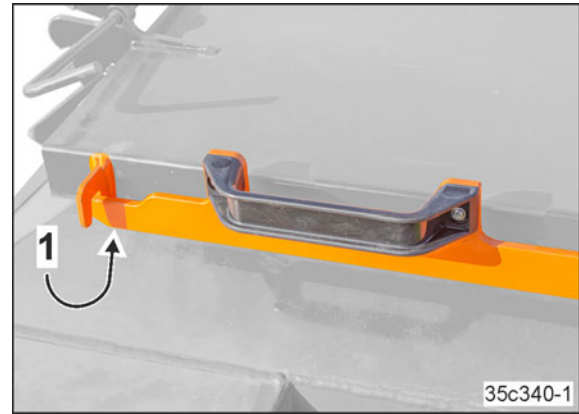

Fig. 261
5. Lock the lever (Fig. 261/1).